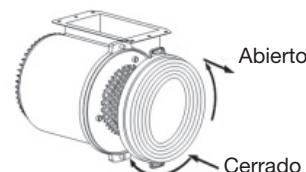

Imagen 9
• INSTALACIÓN DEL FILTRO DE CARBÓN, VER IMAGEN 9: